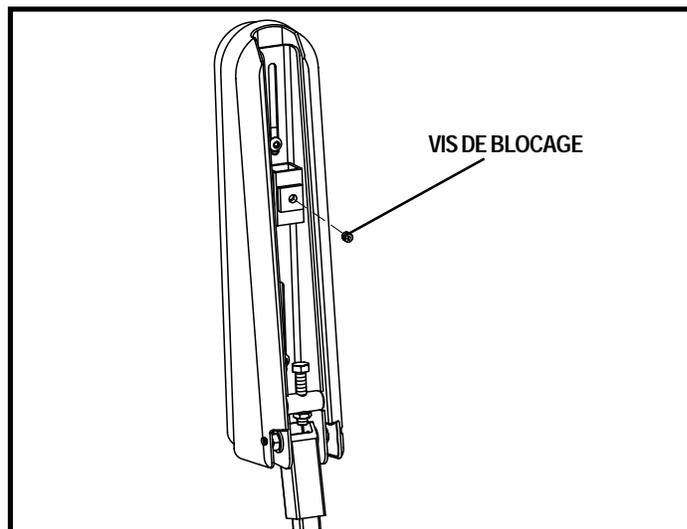

Figure 22. Dessous de l'accoudoir (Siège moulé)
**NOTE:** Sur le siège modèle moulé, relevez l'accoudoir à la verticale et desserrez la vis de blocage. Voir la figure 22. Glissez le contrôleur hors de l'accoudoir, desserrez la vis sur l'autre accoudoir avant de placer le contrôleur. Resserrez la vis de blocage sous l'accoudoir.